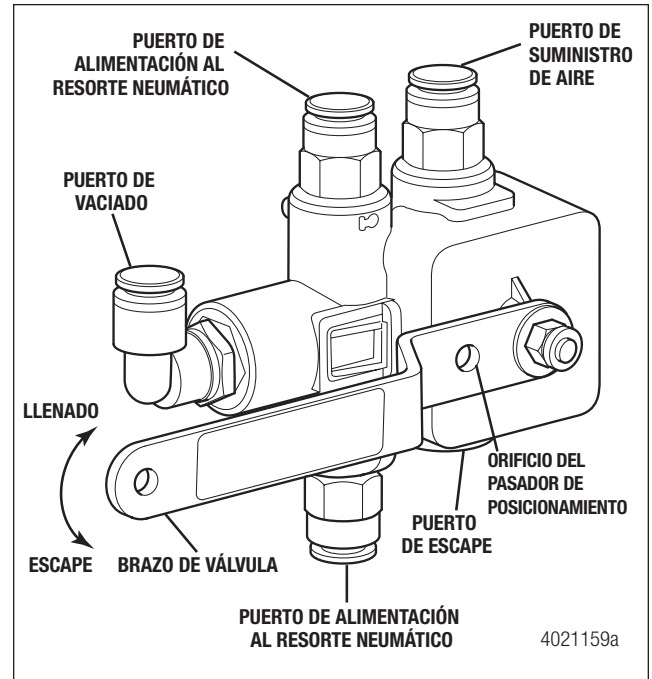

Figura 6.6
9. Inserte el pasador de fijación en el orificio del pasador de fijación o una broca de 0.125 pulgadas (3.175 mm) de diámetro en el brazo de palanca del RHC para ajustar el RHC a su marca cero. Figura 6.6.